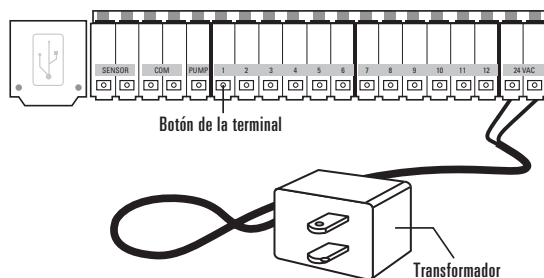

Figura 4: Cómo conectar el transformador
- Detecte los dos receptáculos en la parte inferior de la base de acoplamiento marcada "24VAC." (Vea la Figura 4)